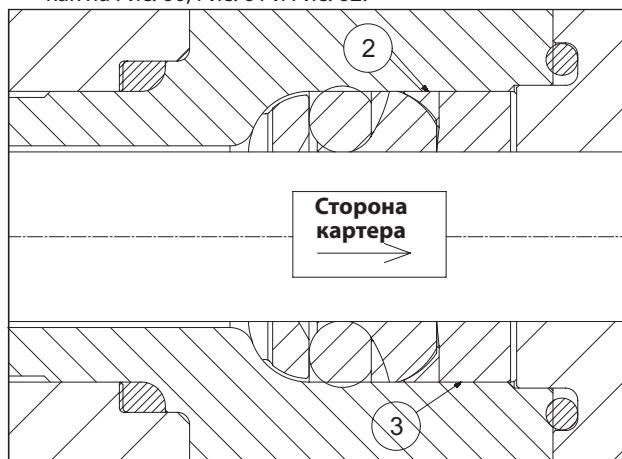

Рис. 62
- Установите упорное кольцо ② и втулку уплотнений ③, как на Рис. 60, Рис. 61 и Рис. 62.
При вводе втулки уплотнений ③ в рубашку она должна быть повернута отводами наружу (в сторону картера), как показано на Рис. 61 и Рис. 62.